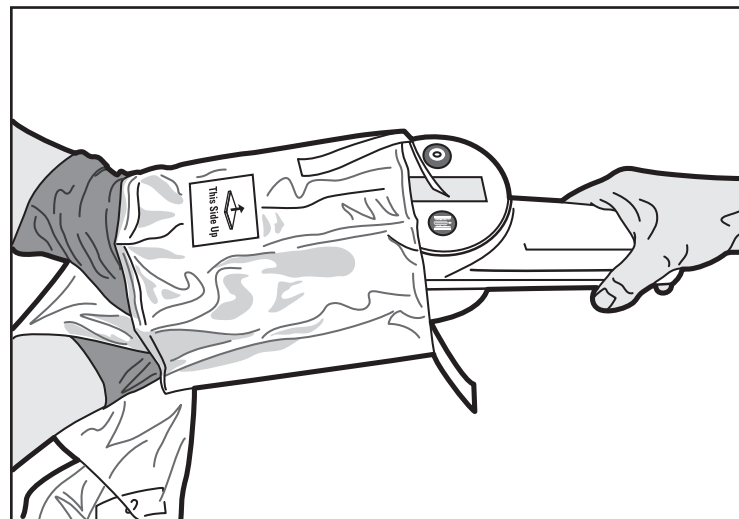

Figure 4. Insertion de l'unité d'entraînement à moteur MDU5 PLUS
5. L'opérateur hors du champ stérile place alors l'unité d'entraînement à moteur MDU5 PLUS dans l'ouverture en la positionnant de manière à ce que le dessus de l'unité soit aligné avec l'étiquette « This Side Up » (Haut) figurant sur la poche (figure 4).